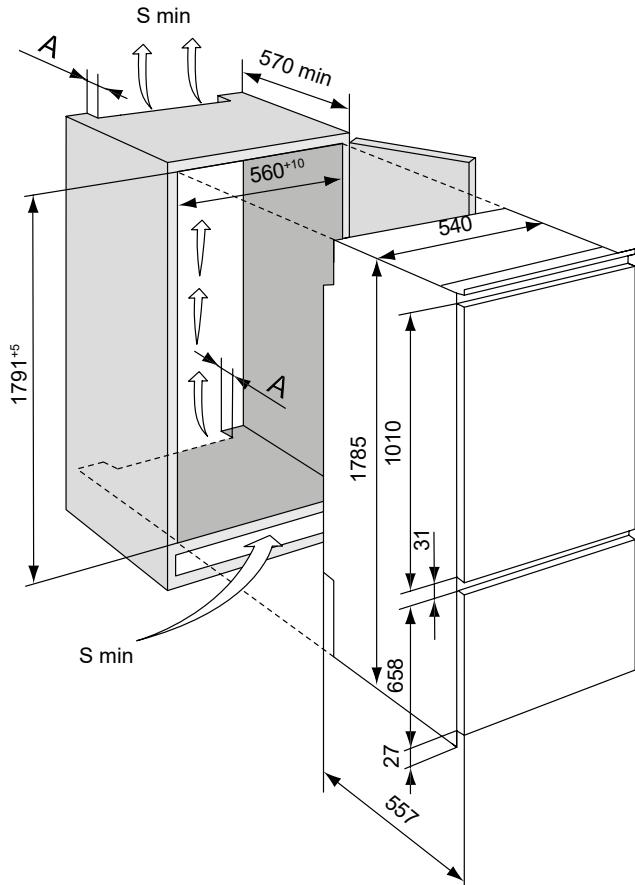

Figura 3 – Schema de instalare a frigiderului în mobilier
**2.1** Opțiunea de mobilier recomandată pentru încorporarea unui frigidere este prezentată în figura 3 (dimensiunile sunt date în milimetri).
**ATENȚIE! Suprafața minimă (Smin) a canalelor de aer și ieșirilor grilajului decorativ trebuie să fie de cel puțin 200 cm2, iar adâncimea ieșirii A trebuie să fie de cel puțin 50 mm în conformitate cu figura 3.**